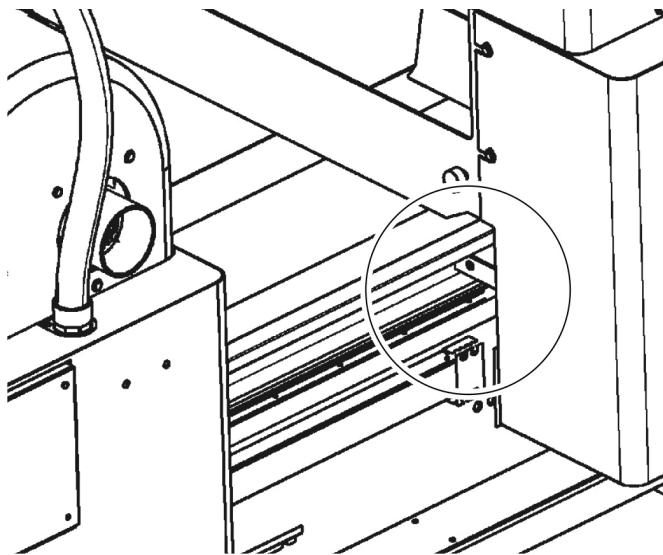

Fig. 09-02
- **Frequência semanal:** Limpe os cavacos na parte superior da base (por exemplo, com uma mangueira de sucção) para evitar que os cavacos se acumulem perto da cabeça fixa (**Fig. 09-02**) durante a etapa de aproximação da cabeça móvel, com consequente dificuldade também durante a etapa de zерamento da máquina.